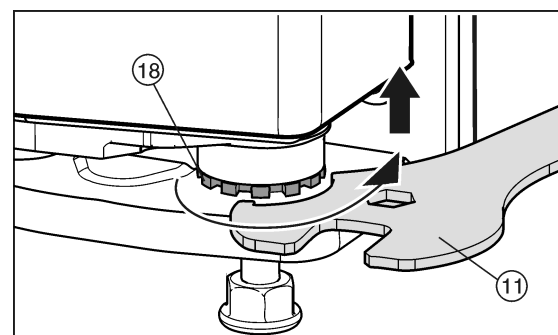

Fig. 30
- Pour soulever la porte, dévisser le pivot d'arrêt vers la droite Fig. 30 (18) avec la clé à fourche Fig. 30 (11) jointe. A la livraison, le pivot d'arrêt est complètement vissé.